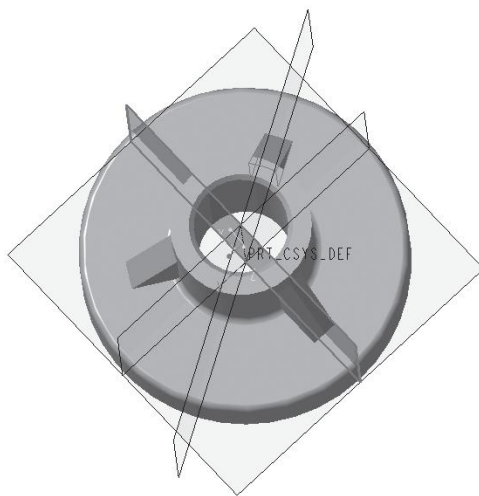

图 2-2-40 镜像平面 2
(2) 再次单击“镜像”按钮，弹出“镜像平面”菜单，单击“RIGHT : F1(基准平面)”作为镜像平面。单击“确定”按钮，效果如图 2-2-40 所示。